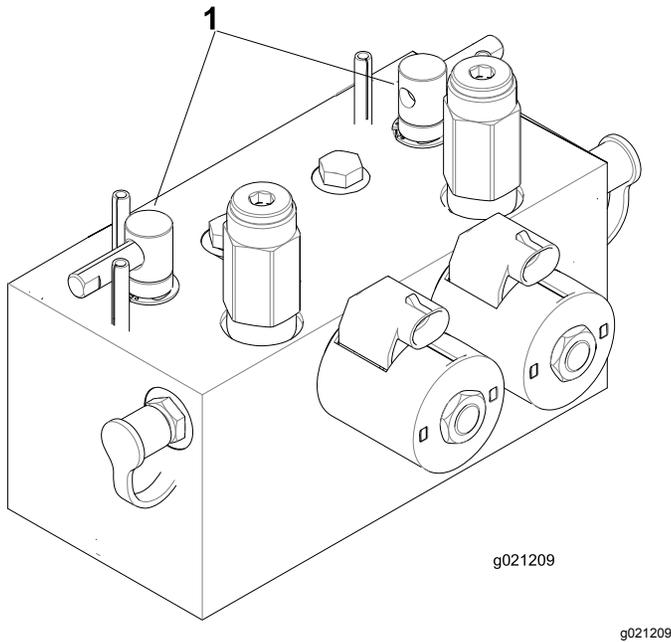

Figure 72
2. Déverrouillez le capot et soulevez-le pour exposer les leviers de rodage (Figure 72).
5. Sélectionnez les leviers de rodage avant, arrière ou les deux pour déterminer quelles unités de coupe ont besoin d'être rodées (Figure 72).